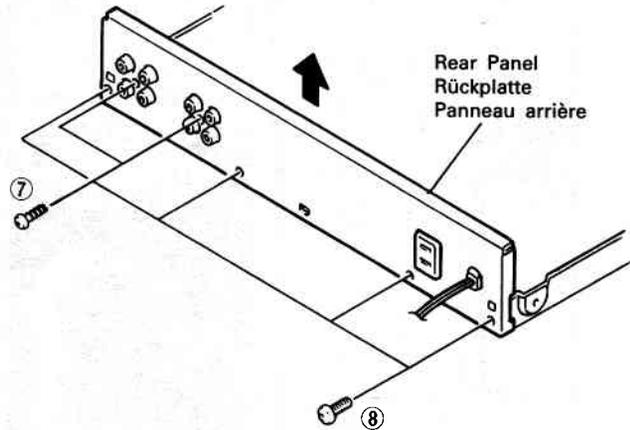

Fig. 4 Abb. 4
6. Rear Panel (Fig. 4)
6. Rückplatte (Abb. 4)
6. Panneau arrière (Fig. 4)